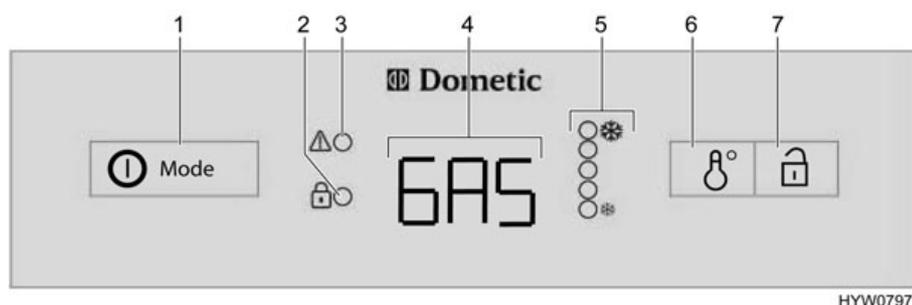

Fig. 215 Elementos de mando para el frigorífico (Dometic de la serie 8 con AES)
Con averías, parpadeará el visualizador LED avería "⚠" (Fig. 215,3).
Si **no** está conectada la alimentación de 230 V y el motor del vehículo está **desconectado**, el AES selecciona el suministro de gas. Al seleccionar el suministro de gas se abre automáticamente el seguro de encendido, de forma que puede fluir gas hacia el quemador. Simultáneamente se conecta el encendedor electrónico. Si se apaga la llama de gas, p. ej. debido a un golpe de viento, el encendedor se activa inmediatamente y enciende de nuevo el gas. Con una avería en el funcionamiento a gas, en el piloto (Fig. 215,4) parpadeará el texto "GAS".
Una vez conectado, el frigorífico selecciona automáticamente el ajuste medio del termostato. Este ajuste puede regularse posteriormente a mano con el conmutador para el ajuste de temperatura (Fig. 215,6). Los visualizadores LED (Fig. 215,5) indican el ajuste seleccionado del termostato. Con el interruptor se ajusta la temperatura de refrigeración para los tres tipos de energía. Pasan algunas horas hasta que el frigorífico alcanza la temperatura de servicio normal. Al conmutar el modo de funcionamiento se mantiene el ajuste del termostato. La temperatura de refrigeración se mantiene independientemente del tipo de energía.
- Pulsar el conector/selector de energía (Fig. 215,1) 2 segundos para conectar el aparato. Se visualiza el último modo de funcionamiento seleccionado en el piloto (Fig. 215,4).
- Seleccionar el tipo de energía con el conector/selector de energía (Fig. 215,1).
- La temperatura de refrigeración puede ser ajustada en el conmutador para el ajuste de temperatura (Fig. 215,6). Los visualizadores LED (Fig. 215,5) indican el ajuste seleccionado del termostato.
- Pulsar el conector/selector de energía (Fig. 215,1) 2 segundos. Todos los visualizadores se apagan.